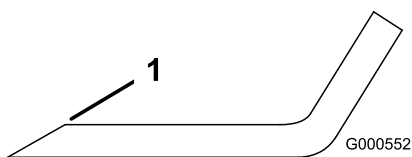
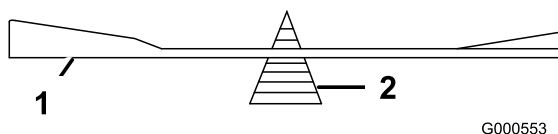

Figura 39
Figura 40
1. Utilice una lima para afilar el filo de corte en ambos extremos de la cuchilla (Figura 39). Mantenga el ángulo original. La cuchilla permanece equilibrada
2. Verifique el equilibrio de la cuchilla colocándola sobre un equilibrador de cuchillas (Figura 40). Si la cuchilla se mantiene horizontal, está equilibrada y puede utilizarse. Si la cuchilla no está equilibrada, rebaje algo el metal en la parte de la vela solamente (Figura 39). Repita este procedimiento hasta que la cuchilla esté equilibrada.